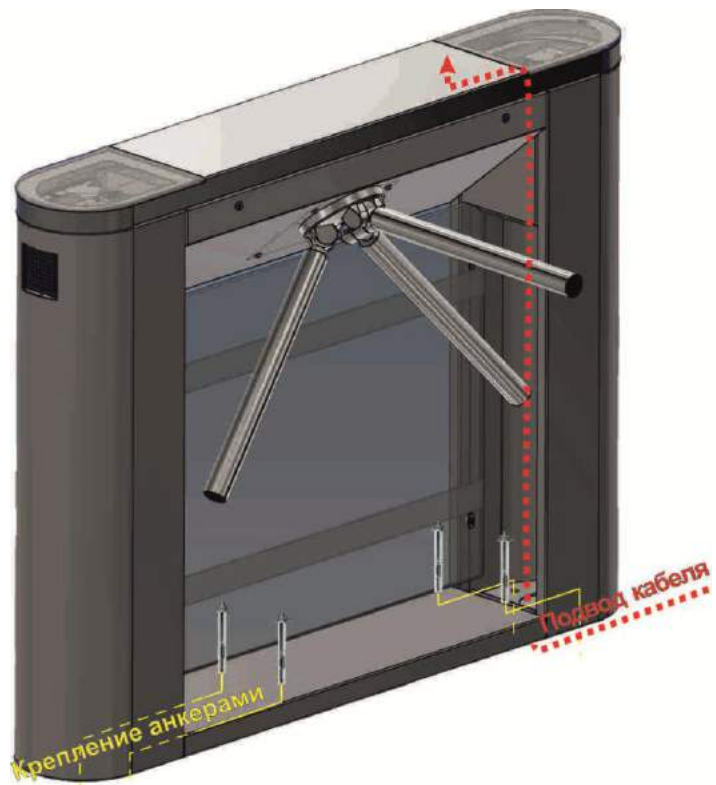

Рисунок 14– Крепление турникета
12) Наклонив турникет назад протянуть кабели через имеющееся технологическое отверстие в нижней торцевой части стойки турникета (Рис.14).
14) Закрепить турникет с помощью имеющихся в комплекте поставки анкеров (Рис. 14).